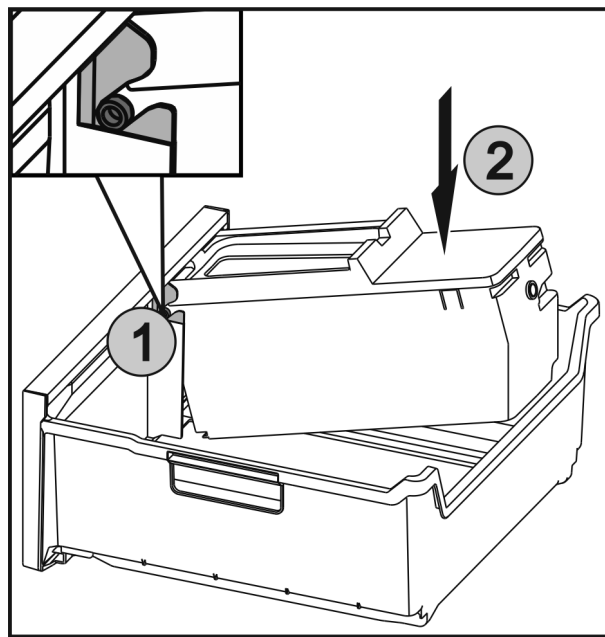

Fig. 50
- ▶ Вставить оси Fig. 50 (1) на EasyTwist-Ice в направляющие и вдавить заднюю сторону Fig. 50 (2) до фиксации накладки.